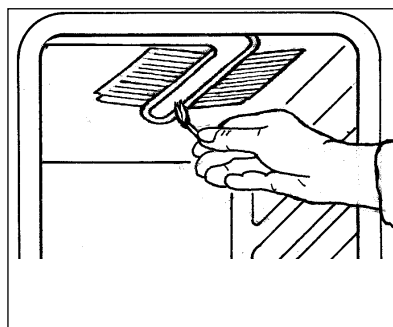

fig. 6
- Se apropie flacăra unui chibrit sau un aprinzător (fig. 6).